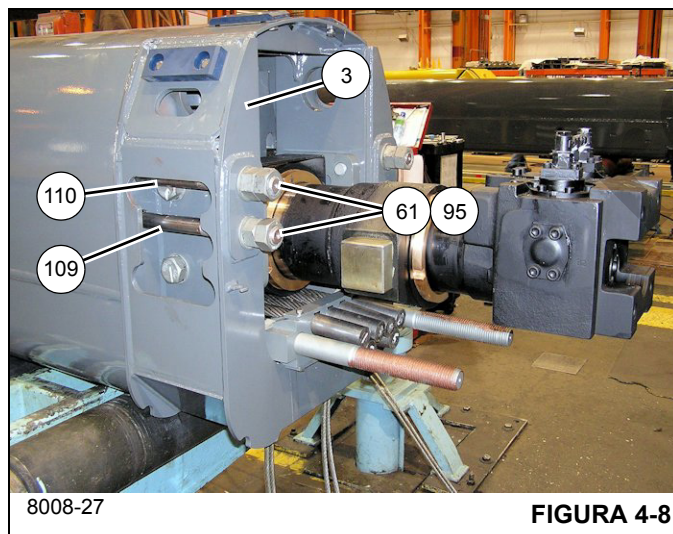

FIGURA 4-8
37. Remova as duas porcas (95) e uma arruela lisa (61) que fixam cada um dos quatro cabos de extensão do telescópio 4 (109, 110) à parte superior traseira do telescópio 2 (3) (consulte a Figura 4-8).
38. Remova os dois cabos de extensão do telescópio 4 (109, 110) dos furos na parte traseira do telescópio 2 (3) (lados esquerdo e direito) (consulte a Figura 4-8).